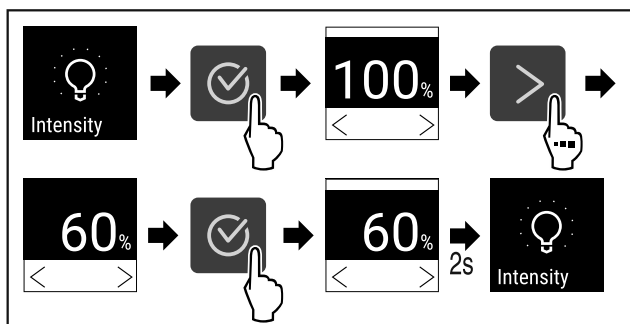

Fig. 71
- ▶ Izvedite zahtevane korake (glejte Fig. 71).